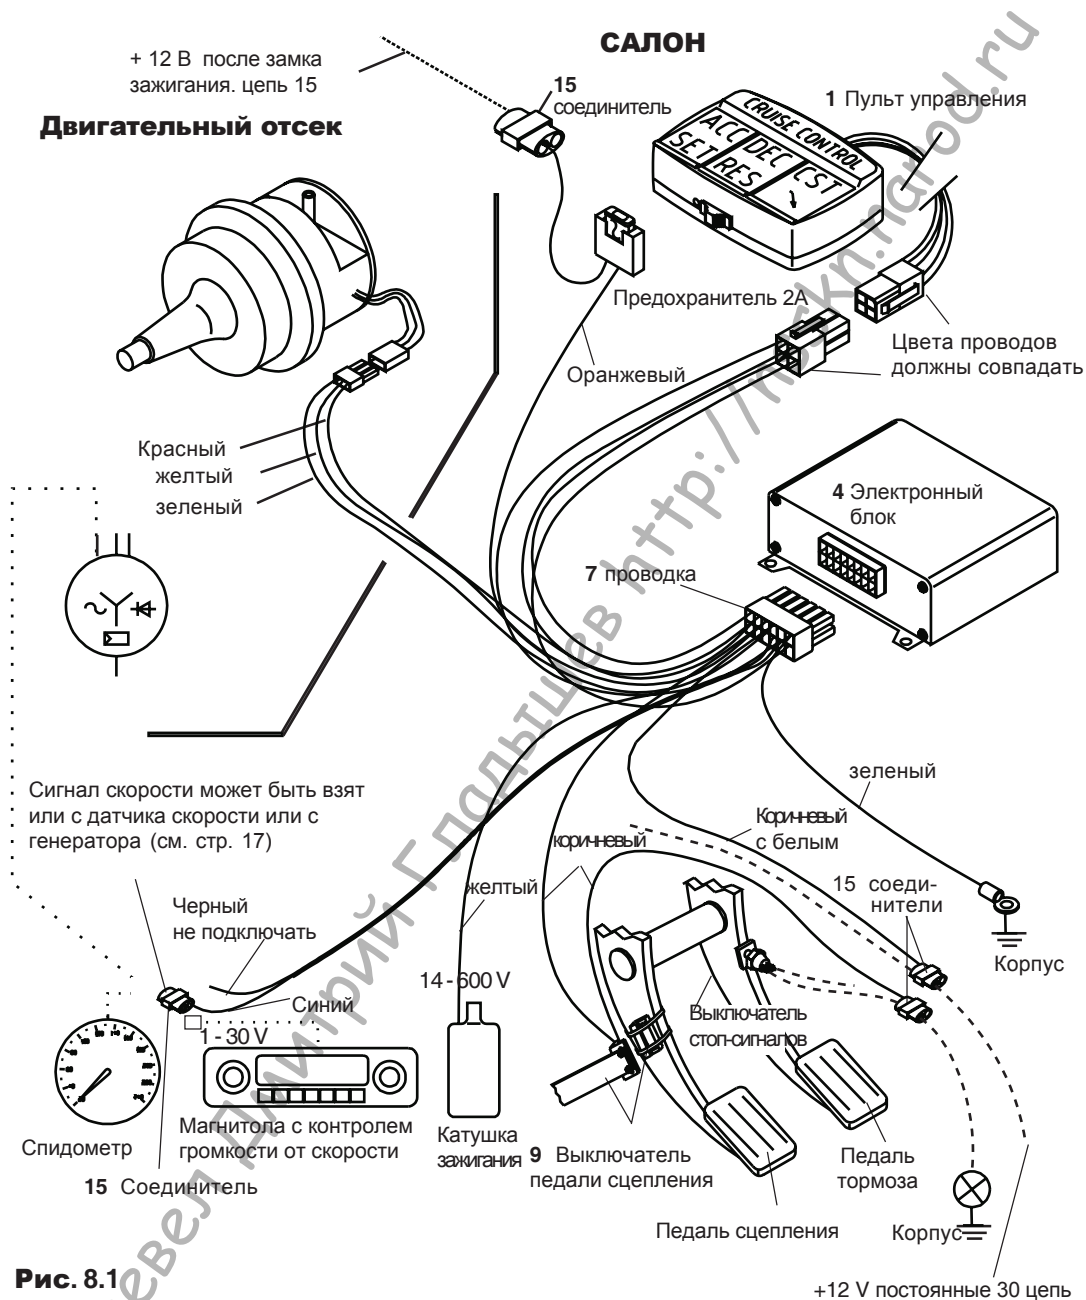

Рис. 8.1
12. Подключите оранжевый провод с предохранителем к цепи 15 (+12В после замка зажигания), используя соединитель (15).
13. Подключите двухпроводный кабель (коричневый и коричневый с белым провода) с помощью соединителей к выключателю стоп-сигналов (см. Рис. 8.1). Для машин с ручной коробкой передач установите датчик на педаль сцепления (см. Главу 9).
14. Используя четырех контактный соединитель (3), подключите пульт управления к блоку управления, при подключении соблюдайте цвета проводов. (см. Главу 10).
(9) подключается согласно схеме на стр.13 и 14 (Рис. 8.1 и 8.2). Магнит и геркон должны отдаляться друг от друга при нажатии на педаль сцепления